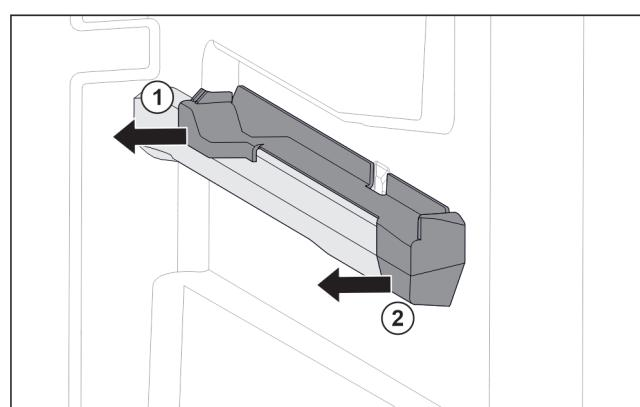

Fig. 79 Piesă de fixare pe nervura din dreapta a recipientului
- Scoateți piesa de fixare din spate în lateral. *Fig. 79 (1)*
- Scoateți piesa de fixare din față în lateral. *Fig. 79 (2)*